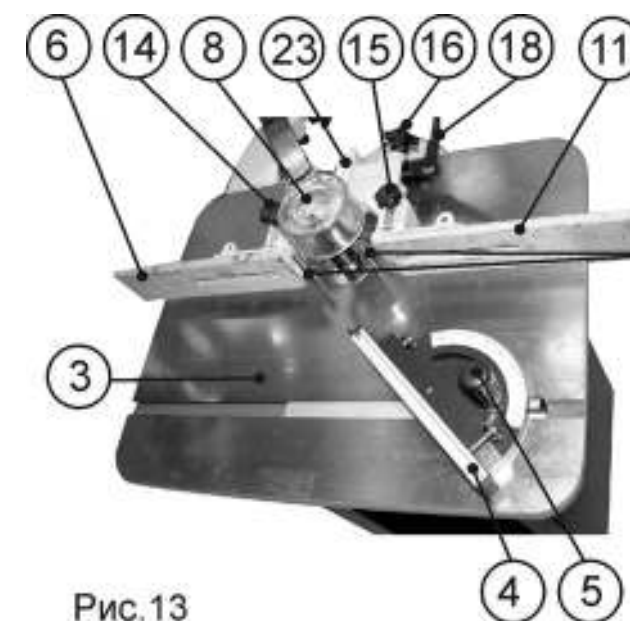

Рис.13
9.2.5. Фиксированное положение направляющих планок (6 и 11) определяет положение гаек фиксации (14 и 15) соответственно Рис.13.
9.2.6. Перемещение передней направляющей планки (11) относительно задней направляющей планки (6) производится вращением винта перемещения (16), при не зафиксированном положении гайки фиксации (15) и ручки фиксации (18) Рис.13.
9.2.7. Перемещение обоих направляющих планок (6 и 11) без смещения относительно друг друга производится непосредственным перемещением стойки (23) при не зафиксированном положении гаек фиксации (14 и 15) и зафиксированном положении ручки фиксации (18) Рис.13.
10.1.2. При не работающем станке поместить заготовку на рабочий стол (3). Проверить плавность движения и равномерность прилегания заготовки по рабочему столу (3) и направляющей планке (11) Рис. 13.
10.1.3. При выполнении фрезерной операции с применением направляющей скоса (4), при не работающем станке проверить равномерность прилегания заготовки к направляющей скоса (4) и рабочему столу (3) и плавность движения направляющей скоса (4) и заготовки по рабочему столу (3) Рис. 13.
10.3.4. Подавать заготовку с равномерной скоростью. Любая остановка заготовки образует неровность или ступень на обрабатываемой поверхности заготовки. При фрезеровании верхняя часть фрезы находящаяся выше заготовки в целях собственной безопасности должна закрываться защитным колпаком (8) Рис.13.
10.4.2. Для выполнения криволинейного фрезерования используются специальные приспособления – цулаги, упорные кольца и копировальные пальцы (41). При копировании заготовки по имеющемуся образцу или шаблону предусмотрена в рабочем столе (3) установка двух съёмных копировальных пальцев (41). Заготовку кладут на копир – шаблон, который имеет конфигурацию будущей детали, и зажимают. Кромку копира – шаблона обводят по копировальному пальцу (41) Рис.13. Фреза на заготовке повторяет конфигурацию копира – шаблона. Меняя шаблоны и режущий инструмент, можно получить различные изделия. Об изготовлении и методах работы с этими приспособлениями можно получить информацию в соответствующих учебных пособиях о работе с фрезерными деревообрабатывающими станками.